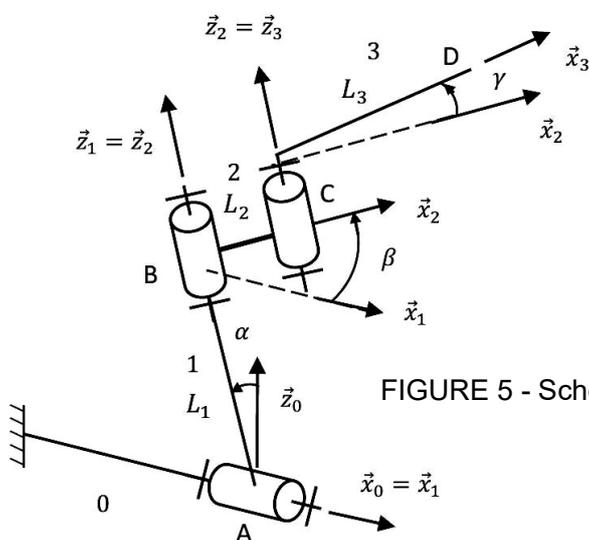

FIGURE 5 - Schéma cinématique paramétré d'une propulsion du V-22 Osprey
Nous allons utiliser le schéma cinématique partiel ci-dessous (voir FIGURE 5). Le fuselage (0) est supposé fixe dans cette phase de vie. Le repère associé est le repère $R_0 = (A, \vec{x}_0, \vec{y}_0, \vec{z}_0)$, \vec{z}_0 étant l'axe vertical ascendant. Le moteur (1), en liaison pivot d'axe (A, \vec{x}_0) , par rapport au fuselage (0), a pour repère associé le repère $R_1 = (A, \vec{x}_1, \vec{y}_1, \vec{z}_1)$ tel que $\vec{AB} = L_1 \vec{z}_1$ et $\alpha = (\vec{y}_0, \vec{y}_1) = (\vec{z}_0, \vec{z}_1)$. Le rotor (2), en liaison pivot d'axe (B, \vec{z}_1) , par rapport au moteur (1), a pour repère associé le repère $R_2 = (B, \vec{x}_2, \vec{y}_2, \vec{z}_2)$ tel que $\vec{BC} = L_2 \vec{x}_2$ et $\beta = (\vec{x}_1, \vec{x}_2) = (\vec{y}_1, \vec{y}_2)$.
- Question 1 : Colorier les solides 0, 1, 2 et 3 sur le schéma cinématique de la FIGURE 5.